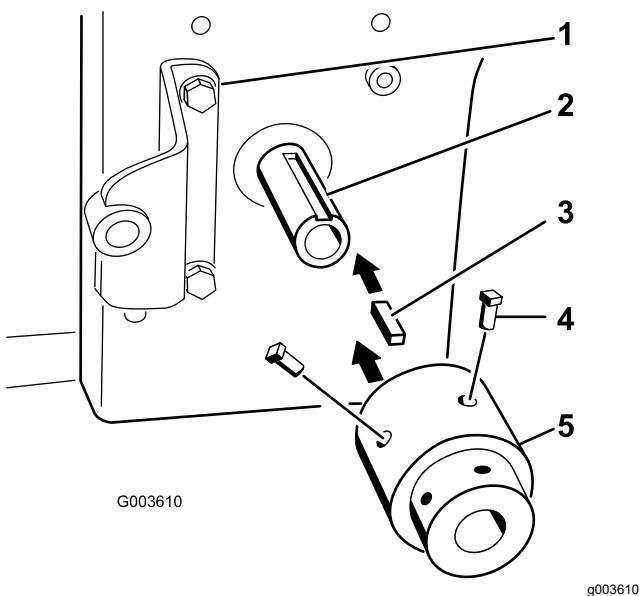

Figura 19
6. Inserite la chiave quadra (1/4" x 1") nell'intaglio dell'albero della presa di forza del motore (Figura 19).
7. Allineate il gruppo mozzo con la chiave quadra e montatelo sull'albero della PDF (presa di forza) del motore (Figura 19).
8. Applicate il frenofiletti rimovibile alle 2 viti di fermo (5/16" x 3/4") e avvitatele nel gruppo mozzo per fissarlo all'albero della presa di forza (Figura 19).